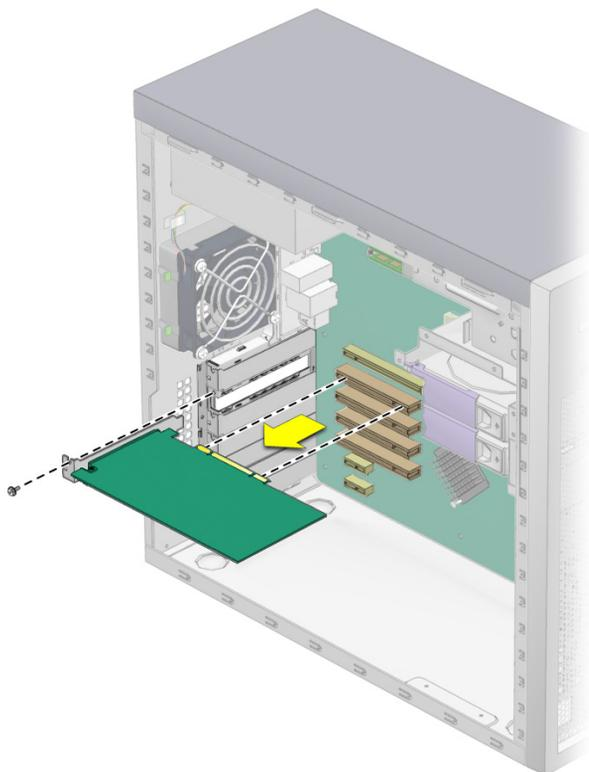

РИС. 4-16 Извлечение платы PCI
- Для платы PCI (см. РИС. 4-16):